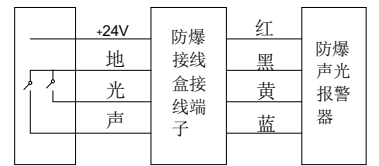

图 5 分控型接线示意图
- 声光分控: 如图 5 所示, 报警器接入电源, 黄线接负极 (黑色导线) 为光报警信号, 蓝线接负极时发出声音报警